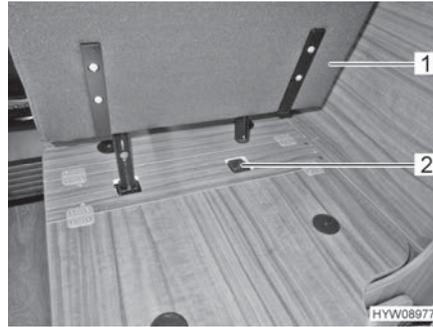

Fig. 19 Enchufar el asiento de enchufe en el soporte
- Enchufar el asiento de enchufe (Fig. 19,1) en el soporte (Fig. 19,2).